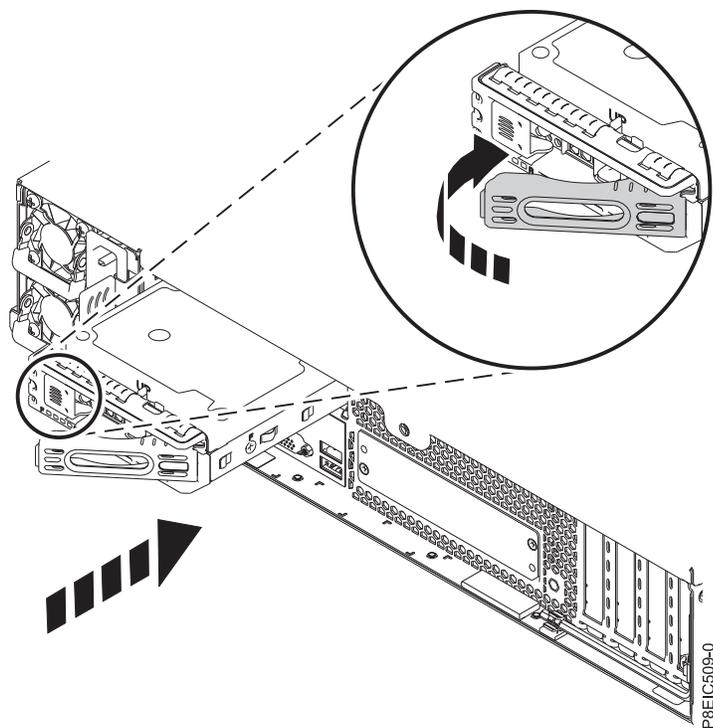

Figure 16. Verrouillage de la poignée du tiroir d'unité arrière
4. Maintenez le tiroir d'unité par le bas lorsque vous positionnez l'unité. Faites glisser complètement le tiroir d'unité dans le système. Appuyez sur le tiroir d'unité jusqu'à ce que sa poignée commence à se fermer et appuyez sur celle-ci jusqu'à ce qu'elle s'enclenche, comme illustré dans la figure 16, à la page 16.